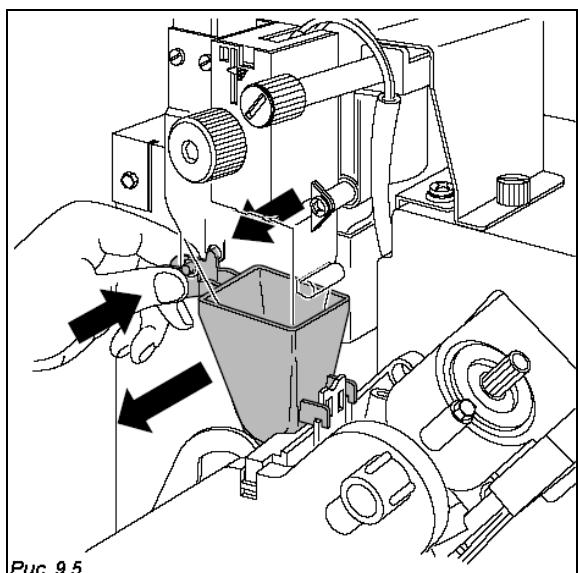

Рис. 9.5
- воронку и раздаточный лоток для кофе (*Рис. 9.5*).